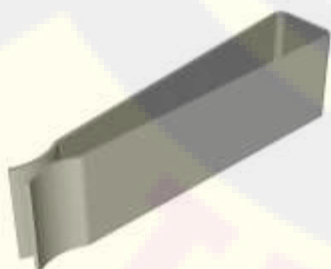

Рис. 10. Держатель светофильтров.
11.3 При поверке дымомеров светофильтрами (например, из набора КНФ-1) рекомендуется применять держатель, изображенный на рис. 10 (входит в комплект поставки).